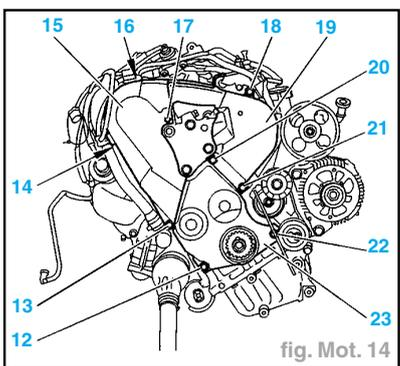

fig. Mot. 14
- Déposer (fig. Mot. 14) :
- les vis (13), (14), (16) et (17),
- le carter supérieur (15),
- les vis (18), (20) et (21),
- le carter intermédiaire (19),
- les vis (12) et (22),
- le carter inférieur (23).